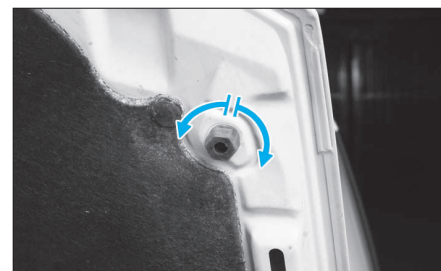

FIG. 17
- Régler les jeux et affleurements à l'aide de la butée de réglage (Fig.17).